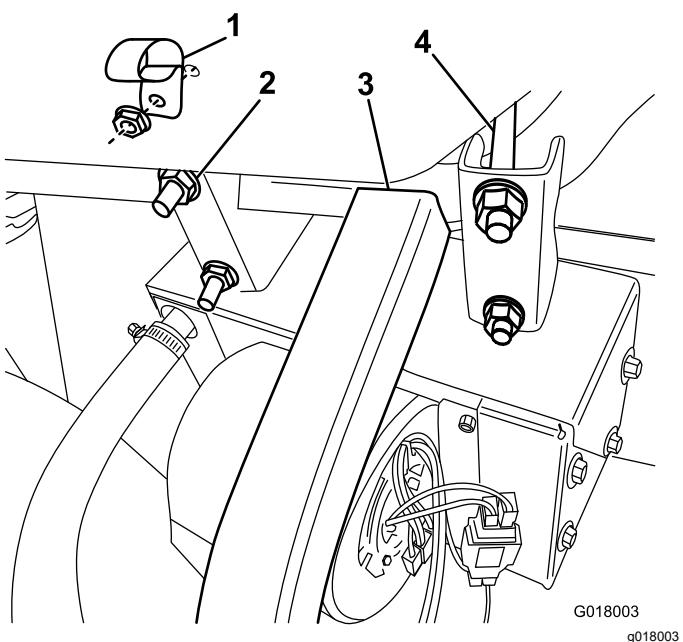

Рисунок 23
3. Для машин, выпущенных в 2015 г. и ранее – присоедините обогреватель в сборе с кронштейном к передней трубе рамы, плотно прижав к U-образной раме, используя прилагаемые U-образные болты и фланцевые гайки (Рисунок 23).
5. Прикрепите R-образный хомут к вещевому ящику с помощью болта с фланцем и гайки (Рисунок 23).